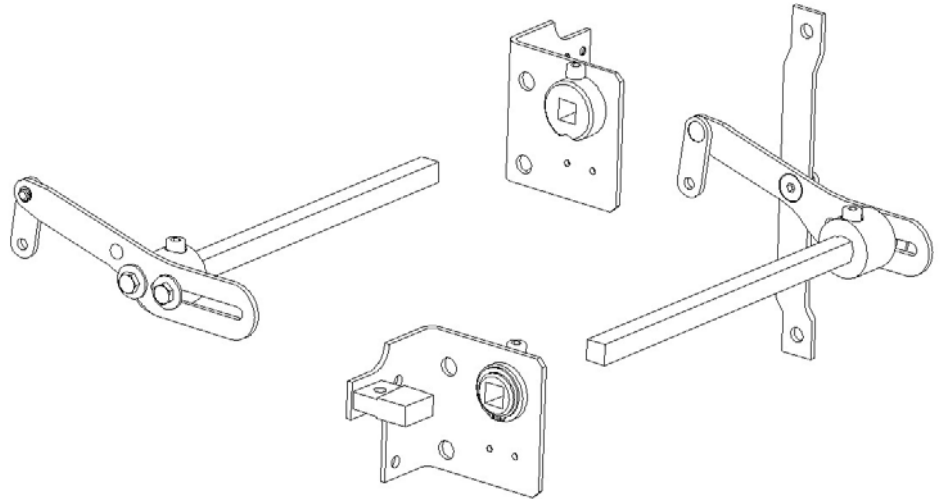

Figure. 5
6. ASSEMBLAGE DES PLAQUES BASE ET DES BRAS: Avant d'assembler les plaques base aux bras, il faut différencier quelle plaque base fait partie de chacun des côtés de la barre de commande. Introduisez le bras dont l'arrimage limiteur se trouve sur la plaque du côté où est placé le limiteur de vitesse de l'ascenseur, et celui qui n'a pas d'arrimage sur la plaque du côté opposé. Serrez la vis de la bague d'appui sur l'axe, de façon à ce que les deux soient reliés – Fig. 5 –.